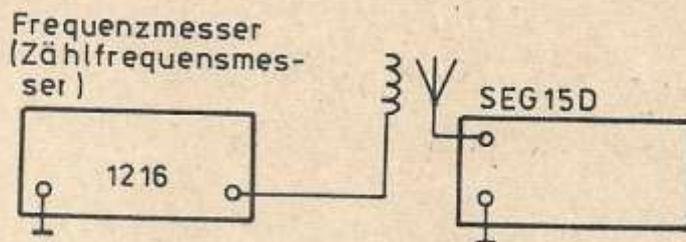

Bild 5 Meßschaltung zum Bestimmen der Treffsicherheit des Senders
- Meßschaltung (Bild 5) aufbauen und Stromversorgung der Geräte einschalten;